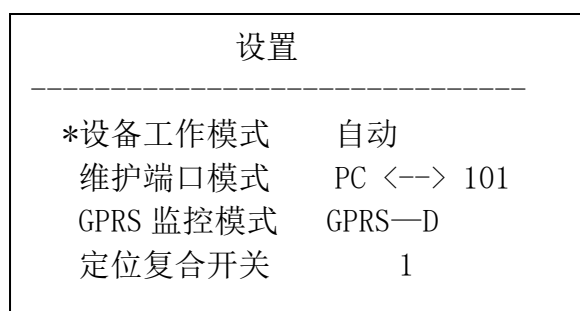

图 15
按确定键进入到菜单界面（如图 14），按下翻键将光标移至设置选项，按确定键进入设置界面（如图 15）。该界面显示可设置内容有：设备工作模式、维护端口模式、GPRS 监控模式、定位复合开关。可通过按上下键对选项进行选择，选择完按确定键进入对应项。界面显示如下：
- RS232 串口与 PC 串口连接，按确定键进入到“菜单”界面（如图 14），按下翻键将光标移至“设置”，按确定键进入“设置”界面（如图 15）。按下翻键将光标移至“维护端口模式”选项，按确认键和下翻键选择“PC<-->101”后按确定键进入该页面（图 26）。打开软件 ，选择“手动模块”控制方式，打开串口，就可以执行“下载参数”和“读取参数”的功能了。